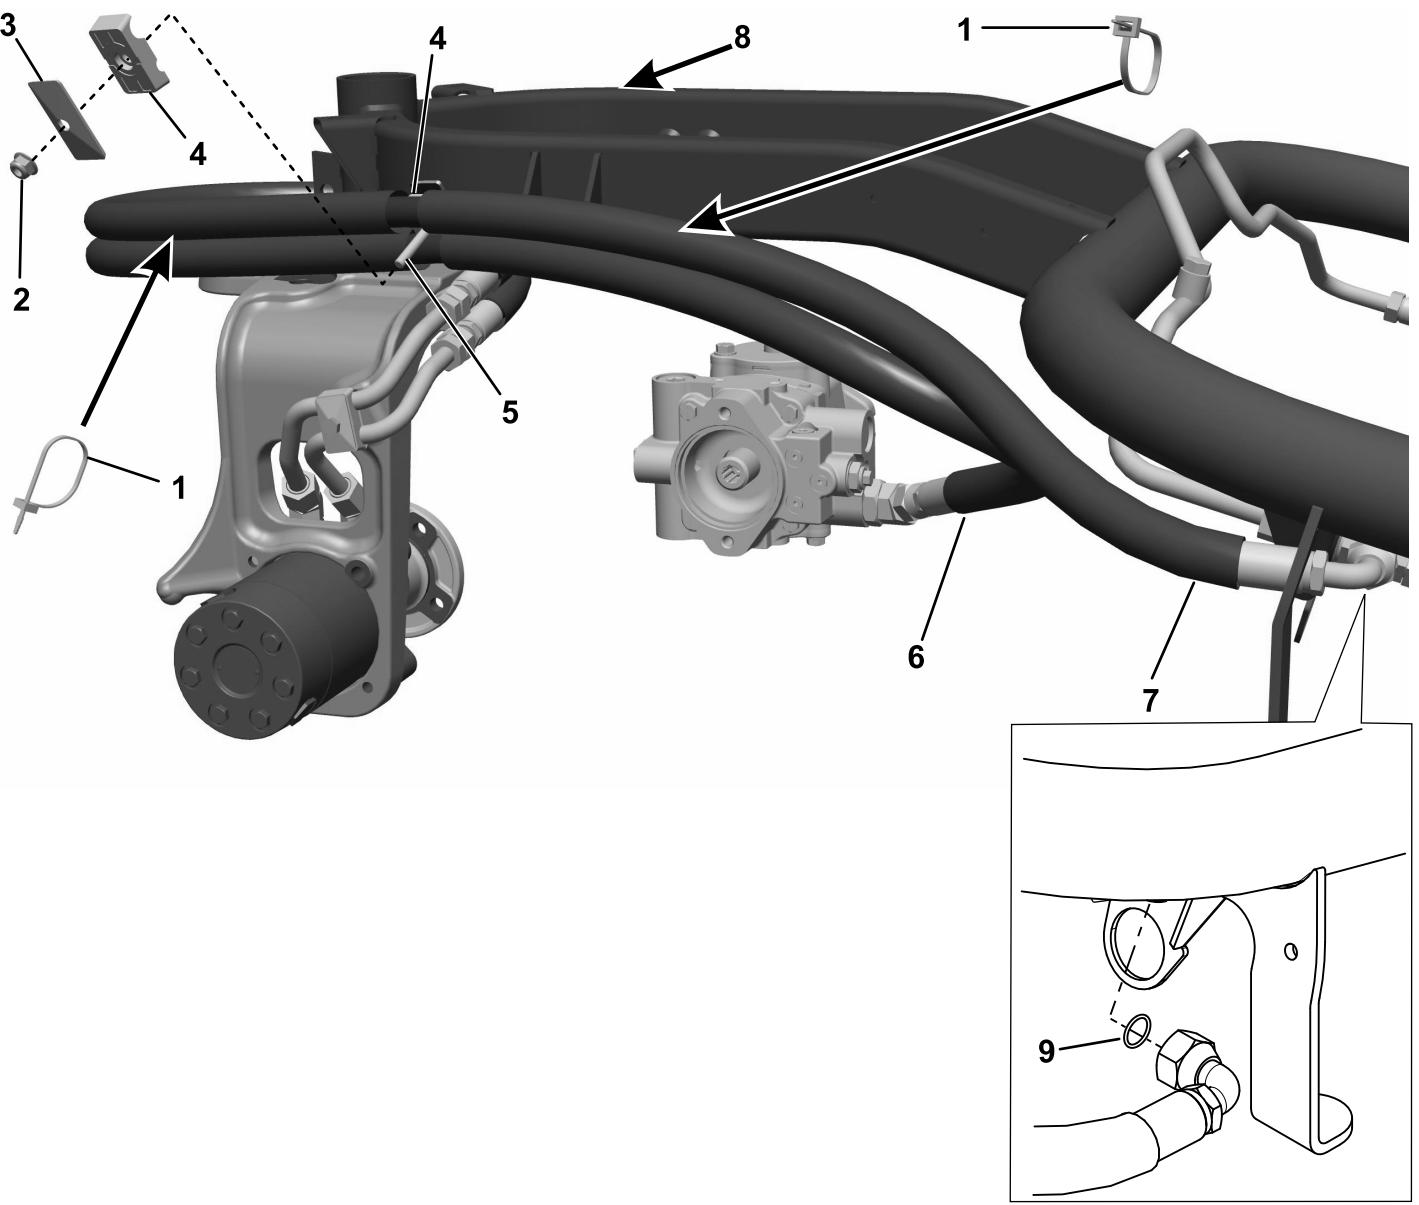

**Figura 10**
3. Instale o tubo com as uniões retas em ambas as extremidades através do guia na forquilha da roda giratória e ligue-o ao tubo rígido inferior. Instale a extremidade oposta na união da bomba hidráulica inferior (Figura 10 ou Figura 11).
4. Instale o tubo restante através do guia de tubo e ligue ao tubo rígido superior. Encaixe a extremidade oposta e o anel de retenção O-ring na união em T superior do motor da roda dianteira (Figura 10 ou Figura 11).
5. Instale ambos os conjuntos de tubos na braçadeira de tubos na divisão da cobertura dos tubos e ligue-os ao suporte. (Figura 10; ou Figura 11).
9. Adicione as braçadeiras de fios aos conjuntos dos tubos como se mostra (Figura 10 ou Figura 11). Prenda todas as extremidades de tubos, uniões e braçadeiras.